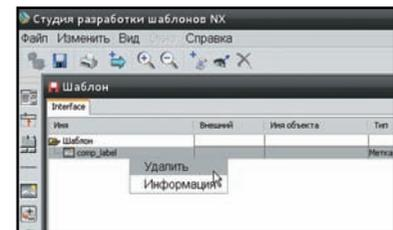

Рисунок 10.6 Удаление элемента
- В левом верхнем меню, щёлкнув правой кнопкой мыши на текстовой метке с названием comp_label, удалите этот элемент интерфейса, который нам пока не понадобится (рис. 10.6).